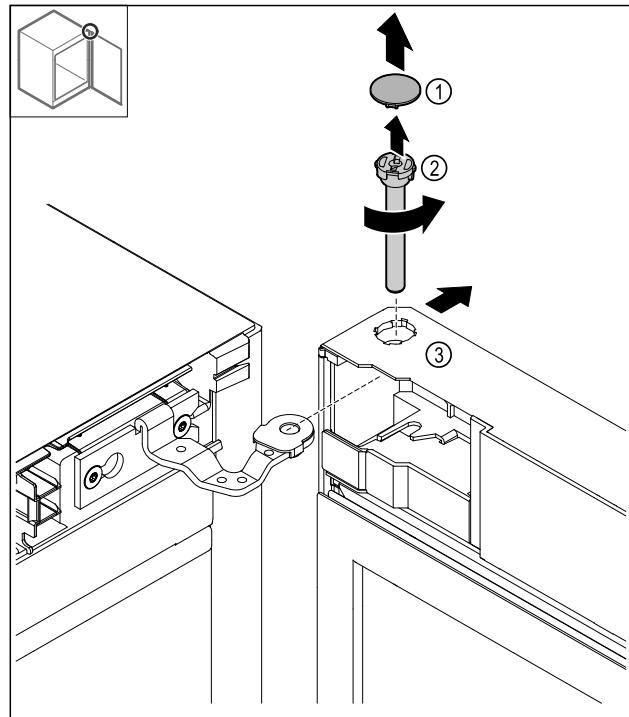

Fig. 18
- Nuimkite dengiamają plokštelię Fig. 18 (1).
- Atlaisvinkite kaištį Fig. 18 (2) prieš laikrodžio rodyklę ir ištraukite.
- Šiek tiek paverskite duris Fig. 18 (3).